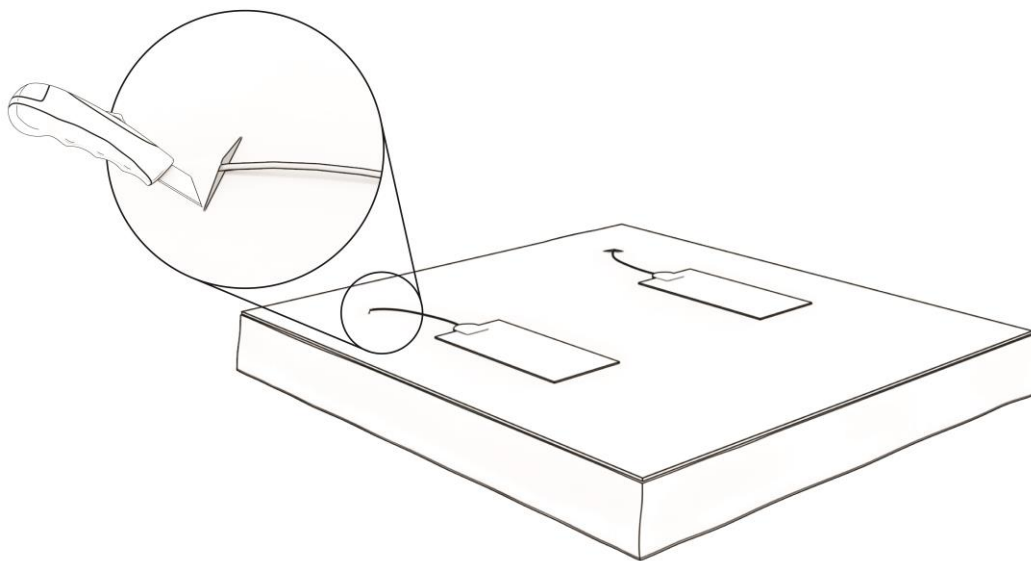

Abbildung 11: Installieren der Isoliermatte, Positionieren der Heizelemente und Schneiden der Schlitzze in die Isoliermatte.
Schritt 12. Dieser Schritt ist nur dann erforderlich, wenn Sie eine zusätzliche Isoliermatte gekauft haben. Wenn Sie diese nicht haben, fahren Sie bitte direkt mit Schritt 13 fort. Falls Sie eine Isoliermatte haben, müssen Sie die 1 cm dicke Schaumstoff-Isoliermatte auf Boden des Bezuges legen, wie in Abbildung 11 dargestellt. Legen Sie die Heizelemente nicht, wie im vorherigen Schritt gezeigt, auf den Boden des Bezuges, sondern legen Sie die Heizelemente auf die Isoliermatte, wie in Abbildung 11 dargestellt. Schneiden Sie Schlitzze in die Isoliermatte in Höhe der Schlitzze im Boden des Bezuges und führen Sie die Heizelementkabel durch diese Schlitzze in der Isoliermatte, im Bezug und durch die Löcher in den Bodenplatten.